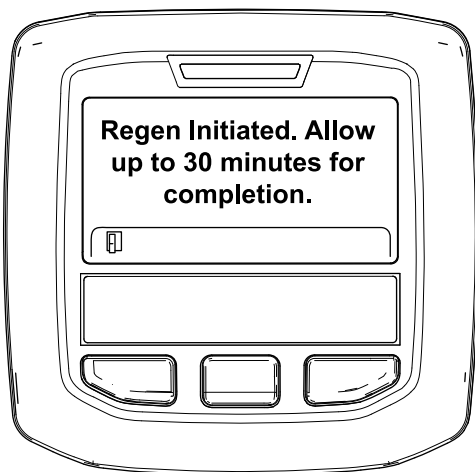

Figura 48
- Se la rigenerazione è consentita, nell'InfoCenter viene visualizzato il messaggio "Rigen. inizializzata. Attendere fino a 30 minuti per il completamento", attendete il completamento del processo di rigenerazione parcheggiata da parte della macchina (Figura 48).